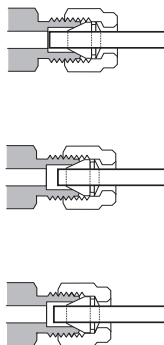

Рис. 12 Готовый фитинг
- 10 На Рис. 12 показаны как правильно, так и неправильно обжатые соединения. Обратите внимание, что конец трубки в правильно обжатом фитинге не раздавлен и не мешает работе феррул.